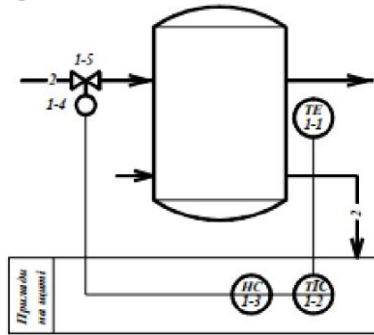

Рис. 6. Схема автоматизації регулювання температури [5].
*Рішення задачі.* Схему автоматизації температури продукту показано на рис. 6.